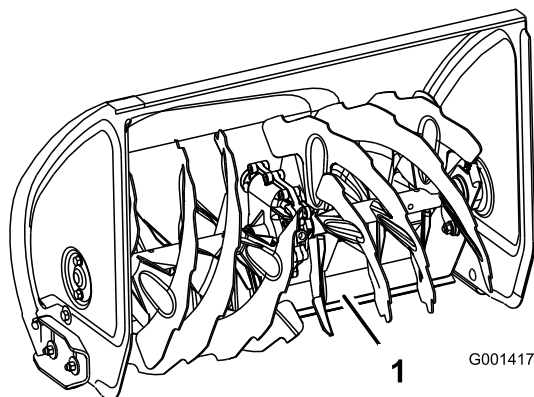

Figure 46
4. Appuyez sur les poignées pour permettre à la lame racleuse pivotante de s'avancer au maximum, puis abaissez l'avant de la machine de sorte que le bord avant de la lame racleuse touche le sol (Figure 46).